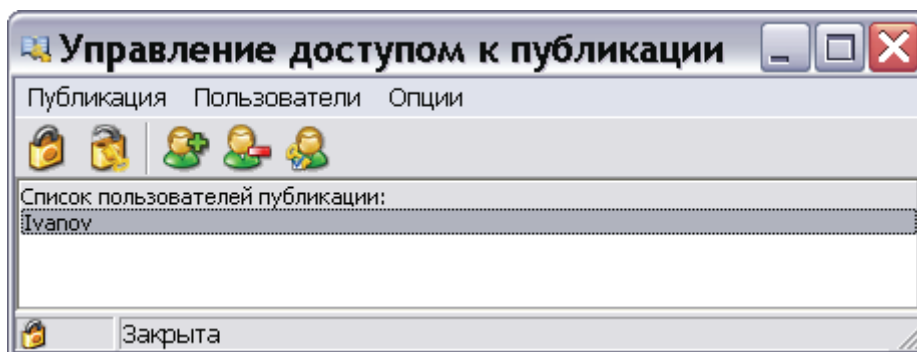

Рис. 3.118
- Для предоставления права просмотра публикации только пользователям, внесённым в список, нажмите на кнопку **Защитить публикацию и записать служебные данные**  или в меню **Публикация** выберите команду **Защитить**. При этом изменится информация о доступе к публикации, отображаемая в нижней части окна (Рис. 3.118).